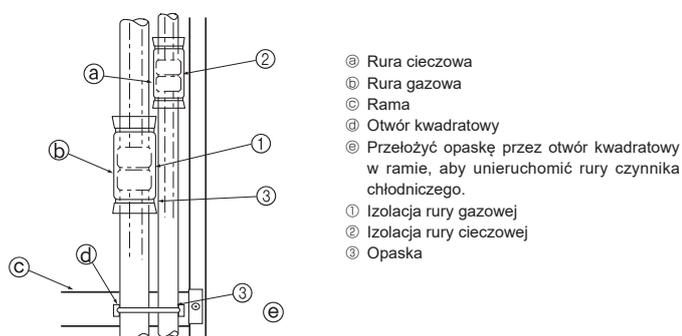

Fig. 4-5
Całkowicie zaizolować połączenia kielichowe ① i ② rur gazowych i czynnika chłodniczego. Jeśli jakkolwiek część połączeń będzie odsłonięta, może dojść do kapania skropliny. (Fig. 4-5)
- Przymocować izolację rury gazowej ① i izolację rury cieczowej ② na obu końcach, aby nie zsunęły się i nie zrównały jedna z drugą.
- Po założeniu izolacji należy przymocować opaskę ③ rurę czynnika chłodniczego do ramy (poniżej odcinka połączenia rury). Zapobiegnie to odstawaniu rury czynnika chłodniczego od ramy. (Kiedy rura czynnika chłodniczego odstaje od ramy, nie można założyć kratki).